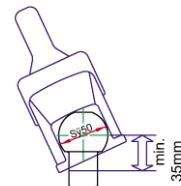

Bild 1: Kugelstange Zugfahrzeug
1.3 Die Zugkugelkupplung WS 3000 kann zusammen mit Kupplungskugeln nach DIN 74058 / ISO 1103 nur dann eingesetzt werden, wenn der Kugelhals im Bereich von **35 mm frei von Anbauteilen** ist. (Bild1)